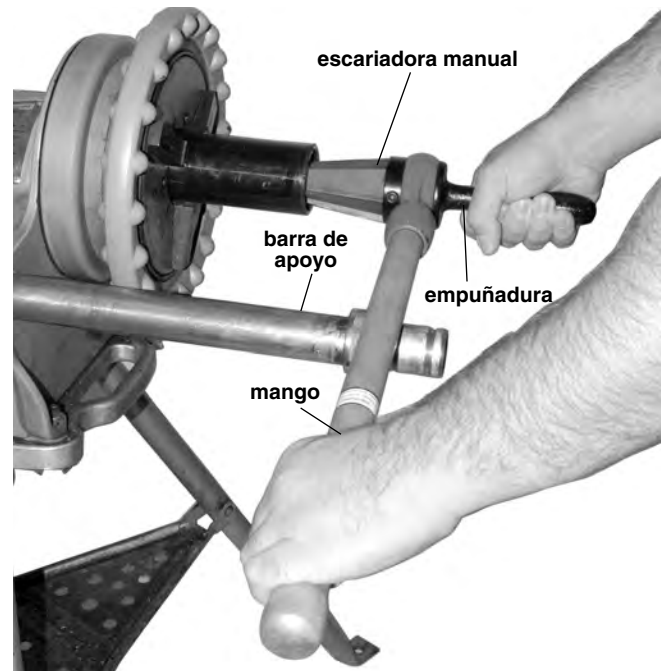

Figura 6 – Escariado de tubos con escariadora manual
4. Pose el mango en la barra de apoyo izquierda (Figura 6) y sostenga la empuñadura con su mano derecha. Sus dedos no deben tocar la zona donde hacen contacto la escariadora y la barra de apoyo. Pueden sufrir pellizcos.